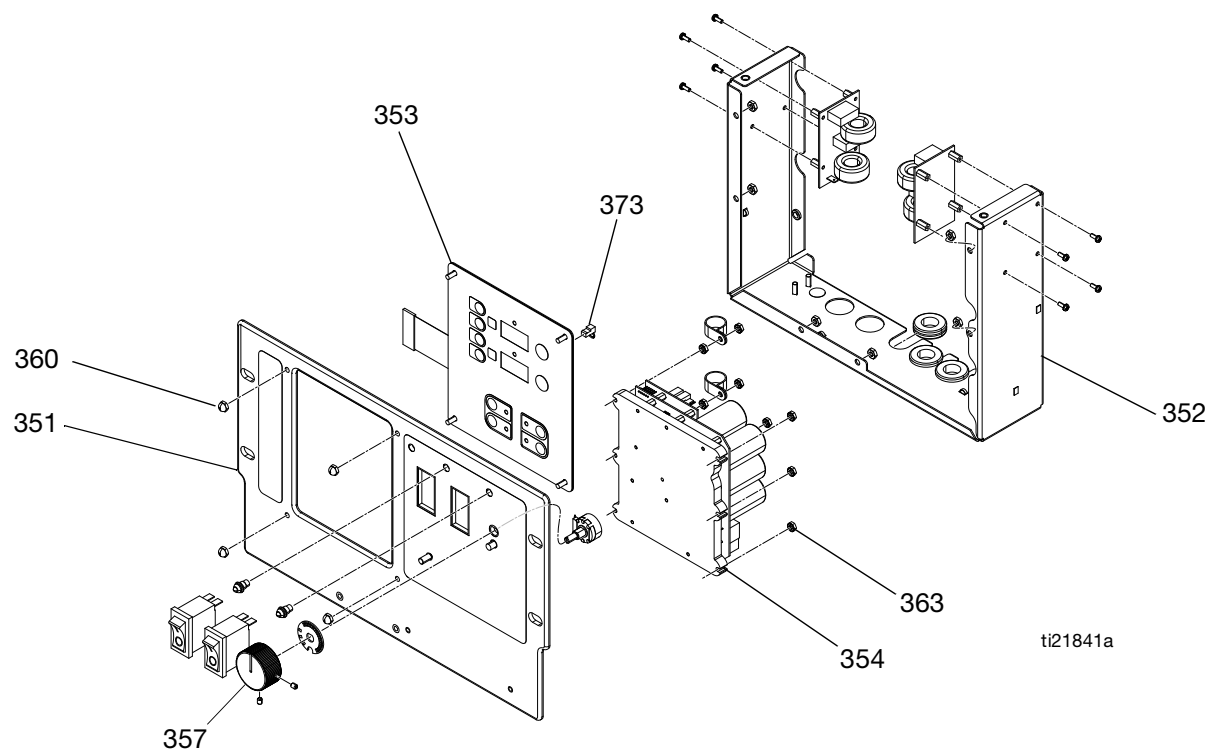

図 10 制御パネル
2. ネジ (21) とディスプレイカバー (26) を外します。
4. メインディスプレイのケーブル (81) を温度ディスプレイ (353) の右上隅から外します。図 10 (43 ページ) を参照してください。
5. ジャンパ (373) をディスプレイ (353) 背面から外します。脇によけて、新しいディスプレイにジャンパを取り付けます。
6. ディスプレイの背面からリボンケーブル (RC) を外します。図 10 (43 ページ) を参照してください。
7. ナット (360) をプレート (351) から外します。
8. ディスプレイ (353) を分解します。図 10 (43 ページ) の詳細を参照してください。
9. 逆の順で組み立て直します。図 10 (43 ページ) を参照してください。示されている箇所に、中程度の強度のネジ山シーラントを塗ってください。
- カート背面のディスプレイカバー (26) を取り外し、制御ボード (354) を露出させます。
- ボード (354) からすべてのケーブルとコネクタを外します。(45 ページ、表 8 を参照してください。)
- 6 個のナット (363) を外して、制御ボード (354) からボードを外します。図 10 (43 ページ) を参照してください。